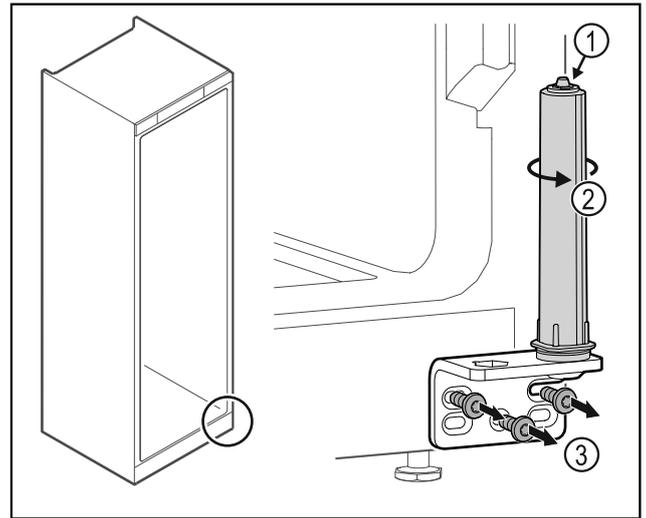

Fig. 34
- ▶ Neardykite durų uždarymo sistemos Fig. 34 (1).
- ▶ Sukite uždarymo sistemą Fig. 34 (2), kol ji užsifiksuos.
- ▶ Atsukite šarnyrinį kamputį Fig. 34 (3).